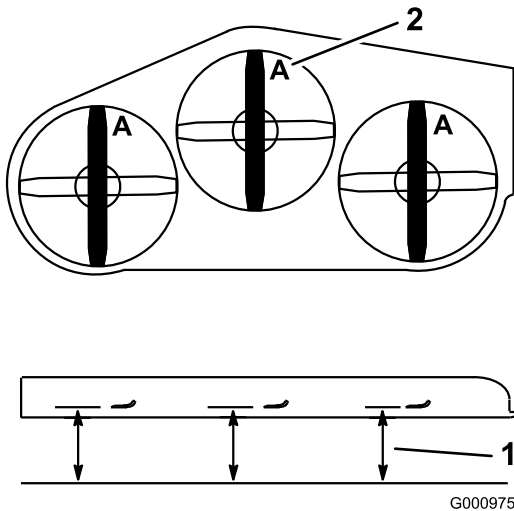

Figura 86
4. Mida desde una superficie nivelada hasta el filo de corte, posición **A**, de las cuchillas (Figura 86).